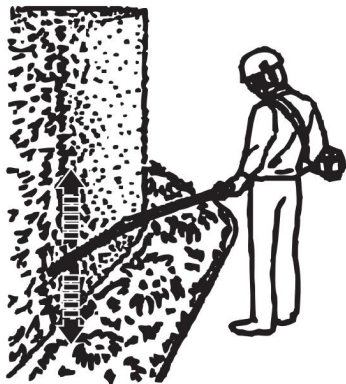

Fig. 59
4. Corte ambos lados desde la parte inferior cortando hacia arriba hasta la parte superior. Esto evitará que alguno de los esquejes caiga en el camino de la zona aún por cortar (Fig. 59).